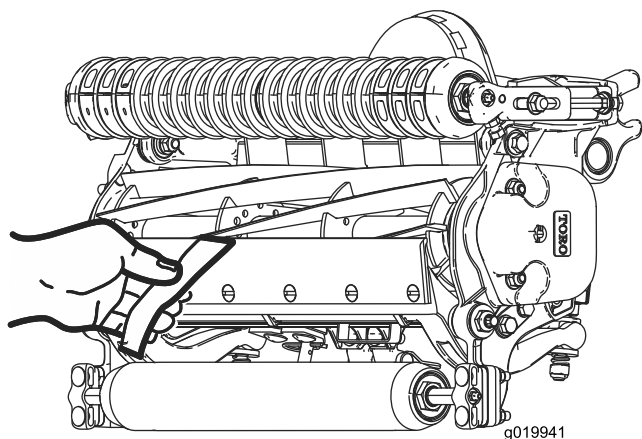

Рисунок 10
10. Проверьте характеристики скашивания, вставив длинную контрольную полоску бумаги (№125-5610 по каталогу компании Toro) между барабаном и неподвижным ножом, перпендикулярно неподвижному ножу (**Рисунок 10**). **Медленно**